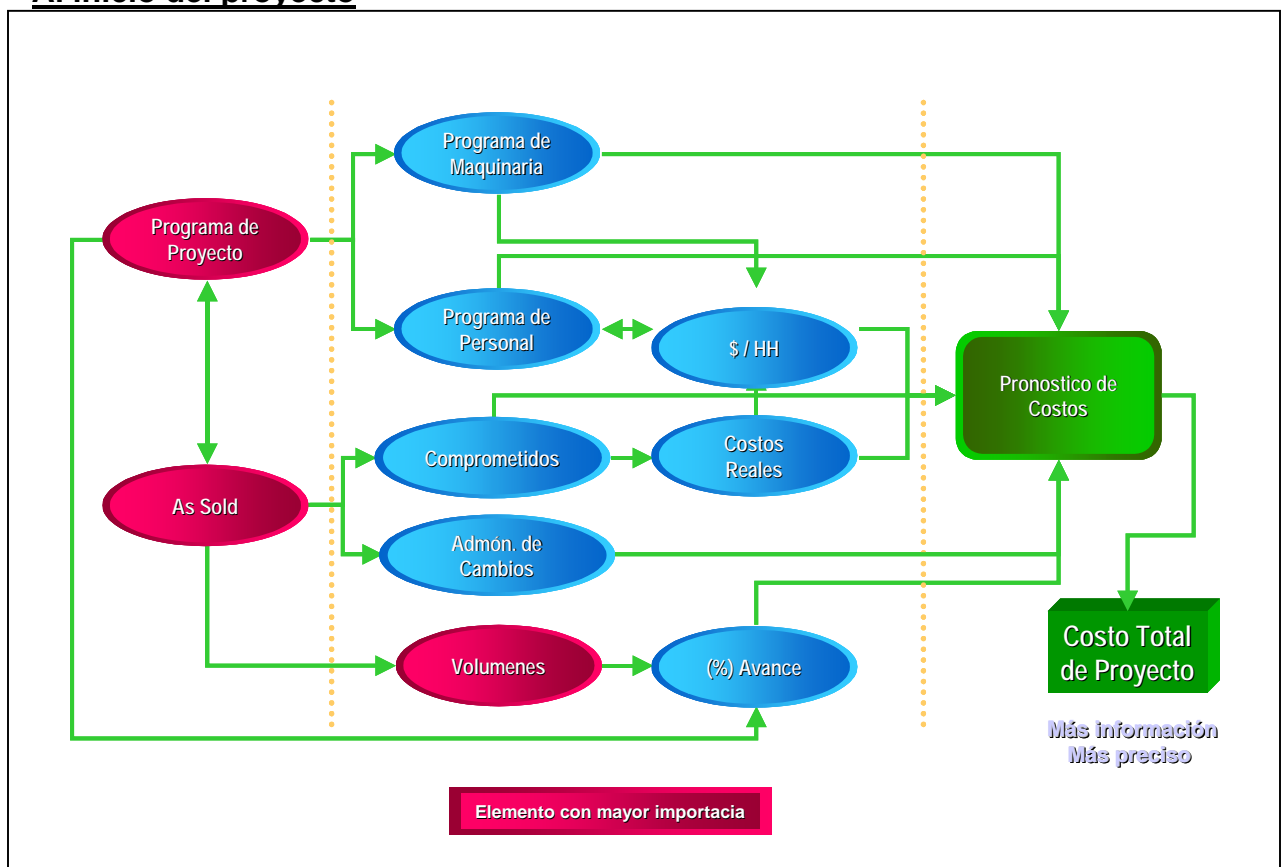
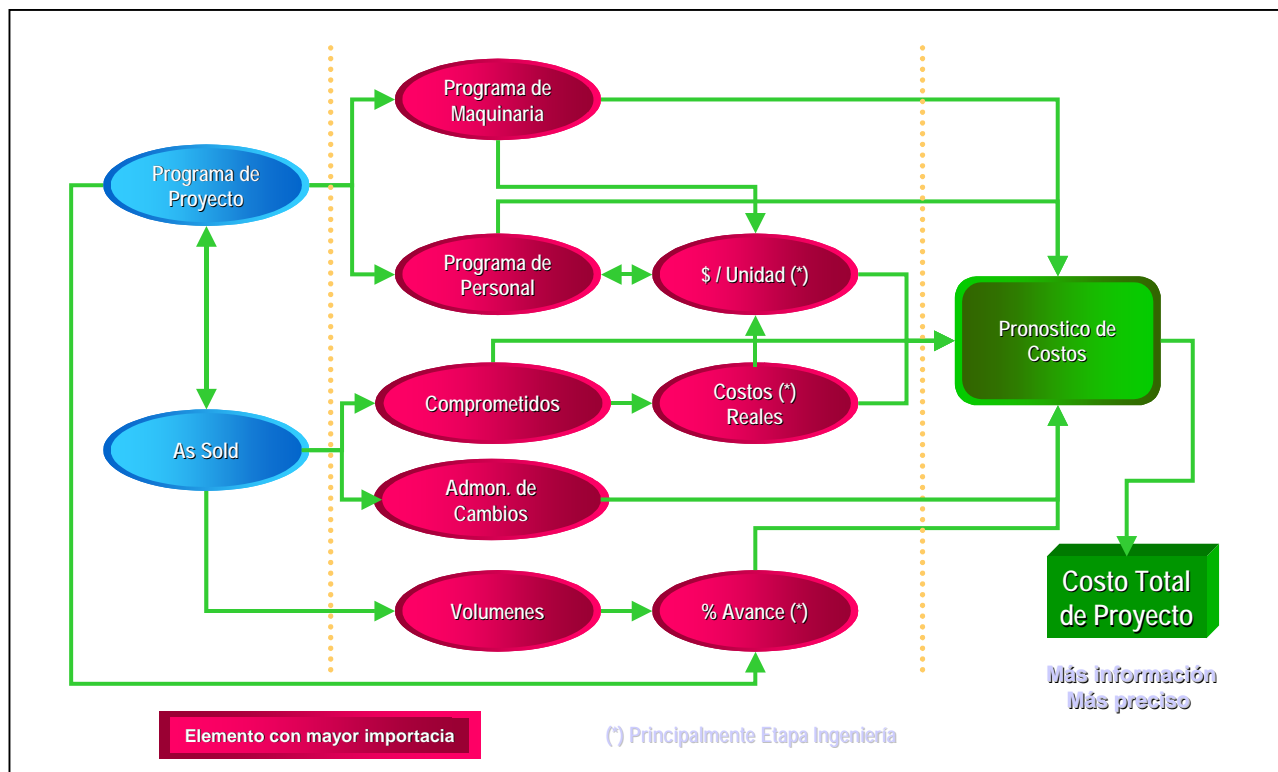
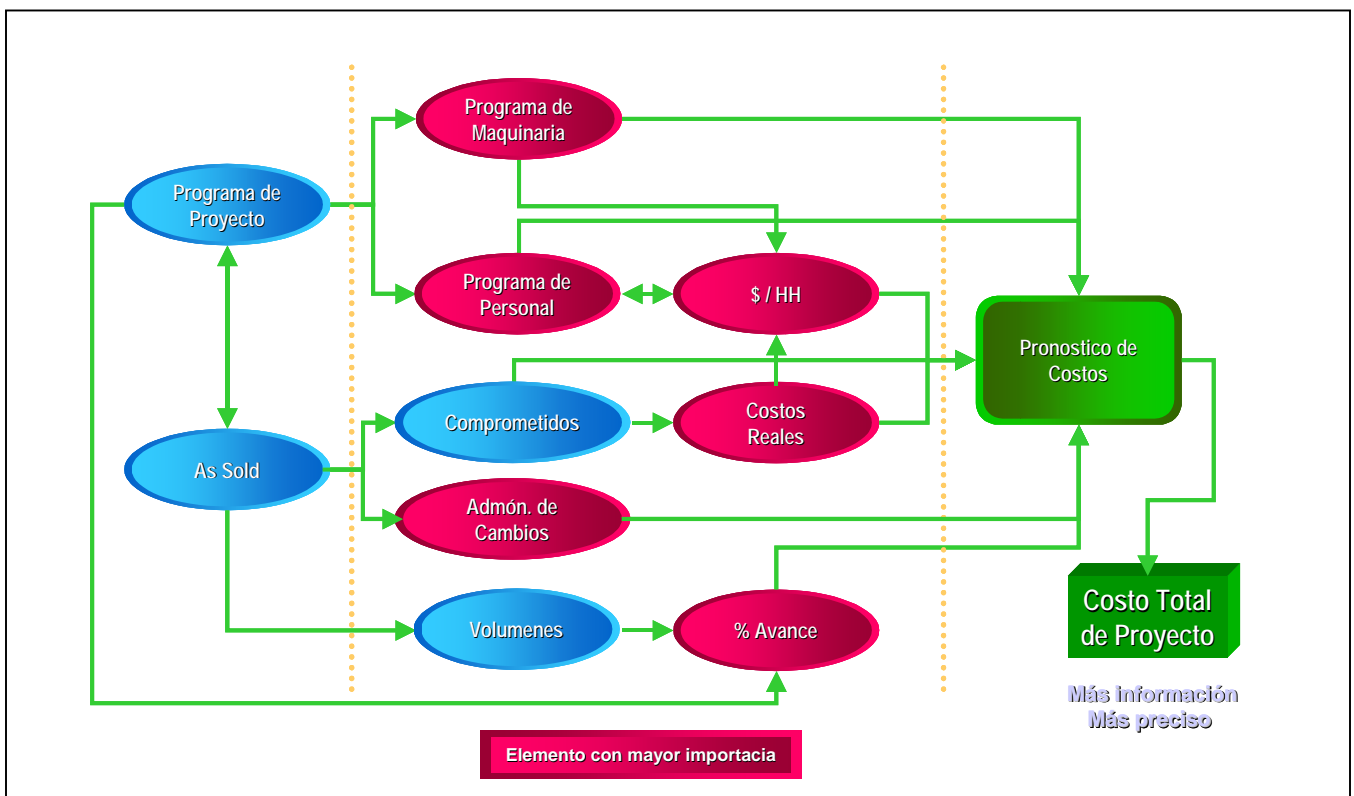

Figura 3.2 Elementos de mayor importancia al inicio del proyecto
Figura 3.3 Elementos de mayor importancia durante la ejecución del proyecto
Figura 3.4 Elementos de mayor importancia al final del proyecto
- El análisis y metodología para determinar el pronóstico, se enfocará dependiendo en la fase en que se encuentre el proyecto y tomando en cuenta los elementos importantes de cada fase como se muestra en las figura 3.2 para el inicio del proyecto, en la figura 3.3 para la ejecución del proyecto y la figura 3.4 para el cierre del proyecto.